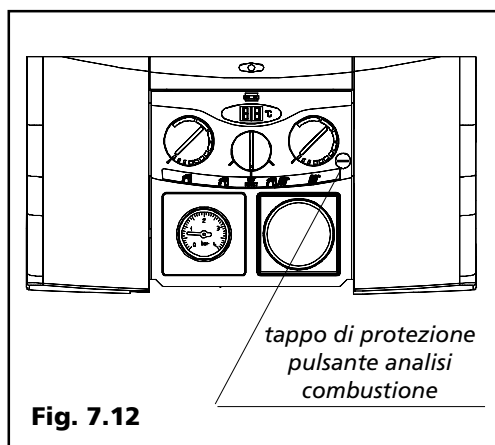

Fig. 7.12
- svitare con un cacciavite il tappo di protezione del pulsante analisi combustione (fig. 7.12);
7.2 Segnalazioni sul display digitale (fig. 7.12÷7.16)